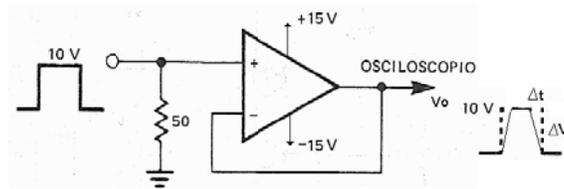

Figura 1
4. Monte el circuito completo del Buffer - seguidor, con los valores nominales de los componentes indicados (figura 1), incluyendo la resistencia apropiada (51 ohm) en la entrada no inversora. Antes de polarizar al OPAM consulte al Profesor.